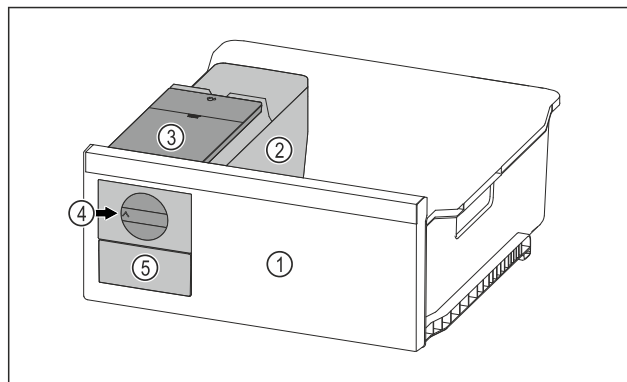

Fig. 108 Exempel
- ▶ Vrid reglaget Fig. 108 (4) medurs fram till anslaget.
- ▷ Isbitar faller från isbitsbrickan in i isbitslådan Fig. 108 (5).